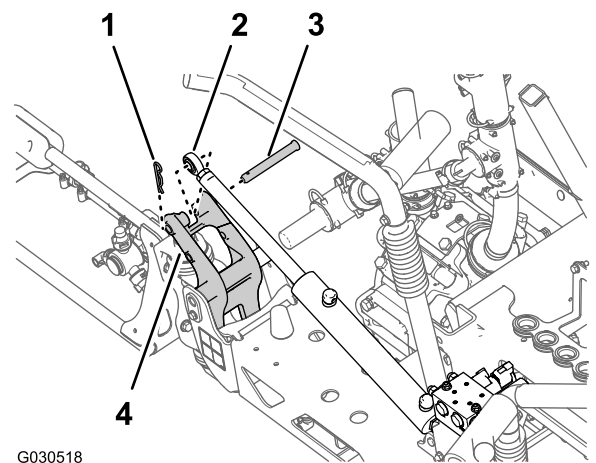

Figura 63
3. Retire o perno de gancho e o passador de forquilha que prendem a extremidade da barra do cilindro de elevação ao suporte da articulação (Figura 63).